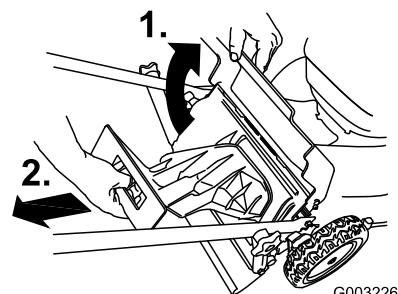

Figura 22
1. Levante y sujeté la puerta trasera (Figura 22).
2. Retire el tapón de descarga trasera (Figura 22).